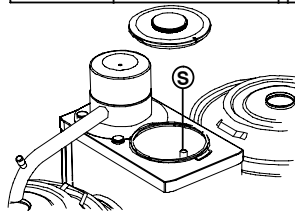

Fig. 22 Tubo di troppopieno dell'impianto dell'acqua calda
- Scaricare l'acqua residua attraverso il tubo di troppopieno (S.). A questo scopo, tirare il tubo di troppopieno (S.) che si trova nella caldaia dell'acqua calda mediante il flessibile corto (vedere fig. 22).
- Scaricare l'acqua residua sollevando il tubo di troppopieno (S.) A questo scopo sollevare il tubo di troppopieno (vedere fig. 22).
- Scaricare l'acqua residua attraverso il tubo di troppopieno. A questo scopo sollevare il tubo di troppopieno (S.), vedere fig. 22 .